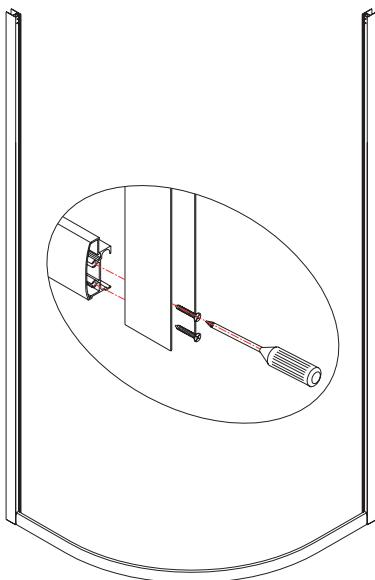

рис. 1
1. Соедините Стеклянный профиль **(02)** с Направляющей рейкой со стопором **(03)** ST4.2x25 при помощи шурупа **(рис. 1)**. Обратите внимание, что верхняя направляющая отличается от нижней направляющей пластиковой пробкой, расположенной с другой стороны.